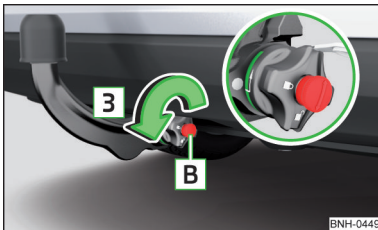

Abb. 145
- Den Schlüssel **B** in Pfeilrichtung **3** drehen, sodass der Pfeil am Schlüssel zum Symbol  » Abb. 145 zeigt.